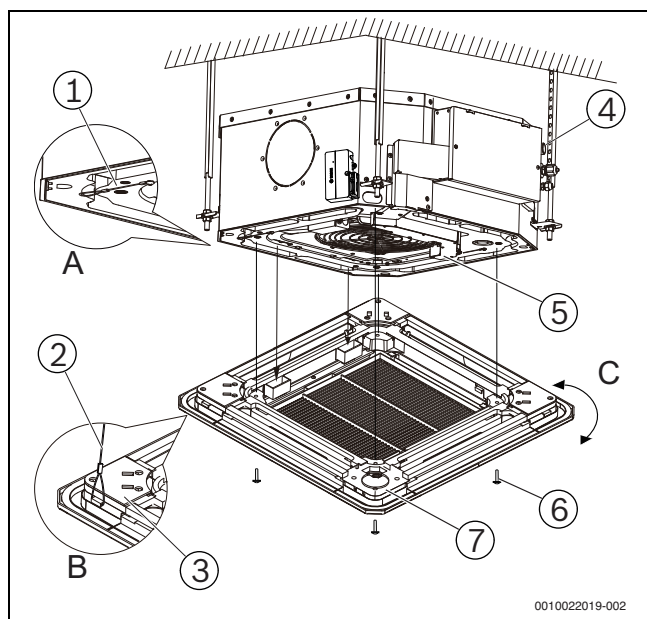

Fig. 18
Vă rugăm să respectați direcțiile indicate de săgețile din Fig. 18, în caz contrar, panoul nu poate fi dezamblat atunci când este necesar.
2. În timpul montării, fixați cele două cabluri de oțel la nivelul cârligelor de la nivelul panoului (→ Fig. 18, „A” și „B”).
4. Instalați și fixați panoul cu bolțuri (M5×20) și șaibe la nivelul corpului unității (→ Fig. 18). Rețineți că placa de instalare a motorului de oscilare trebuie să fie introdusă în rezervorul de scurgere corespunzător.
6. Ajustați panoul în direcția indicată de săgeată (→ Fig. 18, „C”), pentru ca centrul acestuia să fie aliniat cu centrul deschiderii din tavan. Verificați dacă cârligele din toate cele patru colțuri sunt fixate corespunzător.